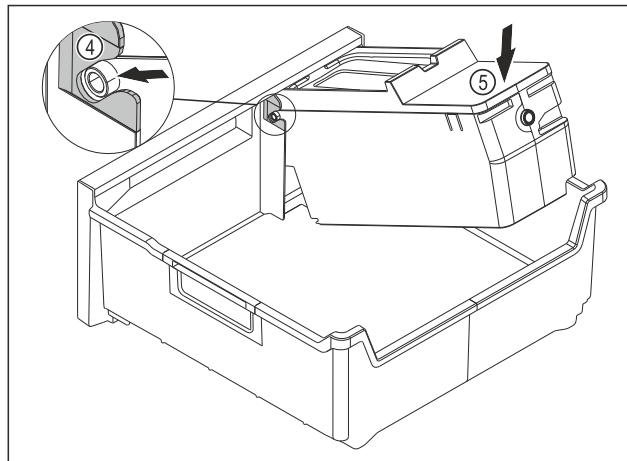

Fig. 140
- ▶ Az EasyTwist-Ice egység testének szerelése: Tolja be az EasyTwist-Ice egység testének tengelyeit a vezetőelemekbe Fig. 140 (4).
- ▶ Nyomja le az EasyTwist-Ice egység testének Fig. 140 (5) hátsó részét.